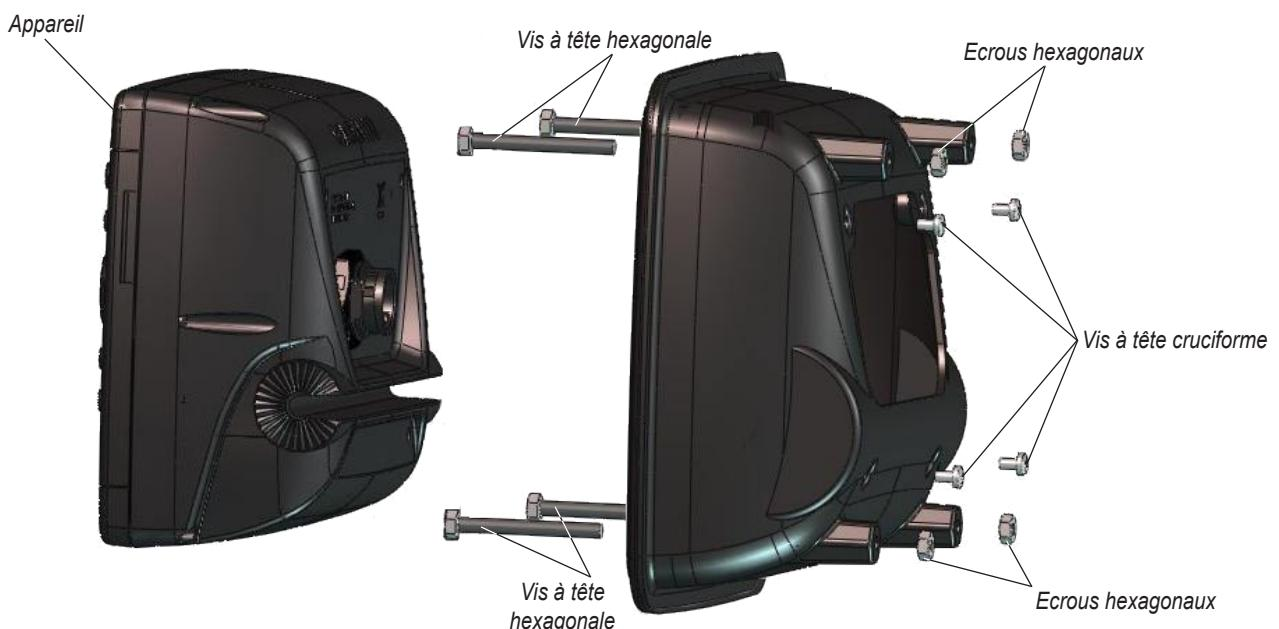

Figure 1
2. Assemblez le matériel de montage sur panneau (voir la figure 1) :
- Insérez les (4) vis à tête hexagonale dans le boîtier de l'appareil de façon à ce qu'elles dépassent à l'arrière du boîtier.
- Utilisez les (4) écrous hexagonaux pour fixer les vis à tête hexagonale sur le boîtier de l'appareil. A l'aide de la clé de 7 mm, serrez les écrous sans forcer.
- A l'aide des (4) vis à tête cruciforme, fixez le boîtier à l'appareil.